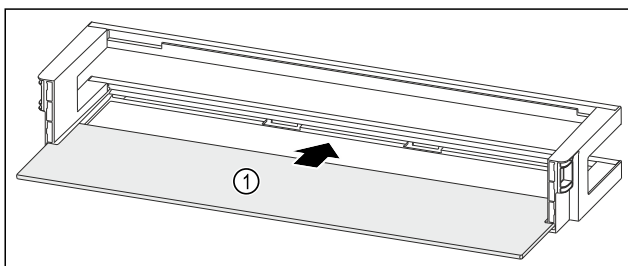

Fig. 52 Riiuliga ukseriulid
- ▶ Lükake riiul Fig. 52 (1) külgmistesse sisselõigetesse.